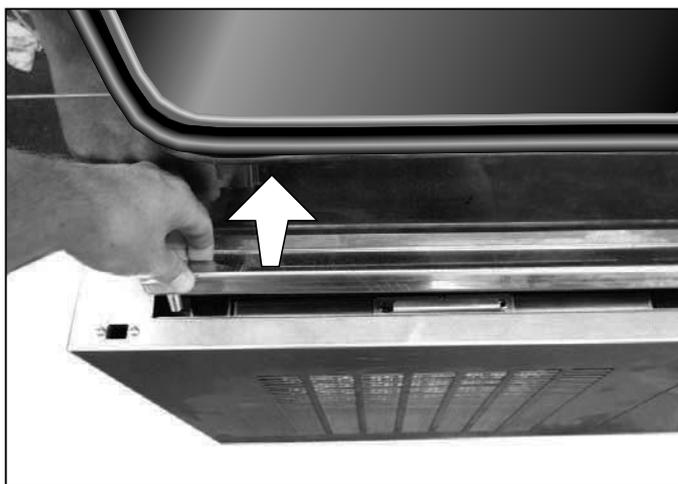

Fig. 40 Sfilare la vaschetta di raccolta
2. Sfilare e vuotare la vaschetta di raccolta (Fig. 40).